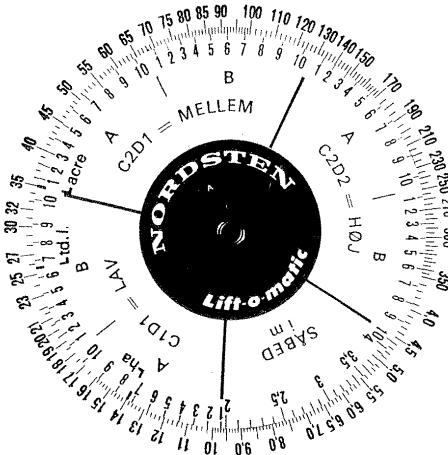

Fig. 3
På fig. 3 er såtabellen indstillet herefter, idet B6C2D1 er stillet under tallet 92. Ønsker man at så 105 kg/td.l. aflæses under tallet 105 gearindstilling B8C2D1, der da vil være det rigtige gear for den ønskede udsåmængde.
**Fig. 3** viser såtabellen, der ud fra indsåningsresultatet benyttes til at finde den gearindstilling, som giver den ønskede såmængde.